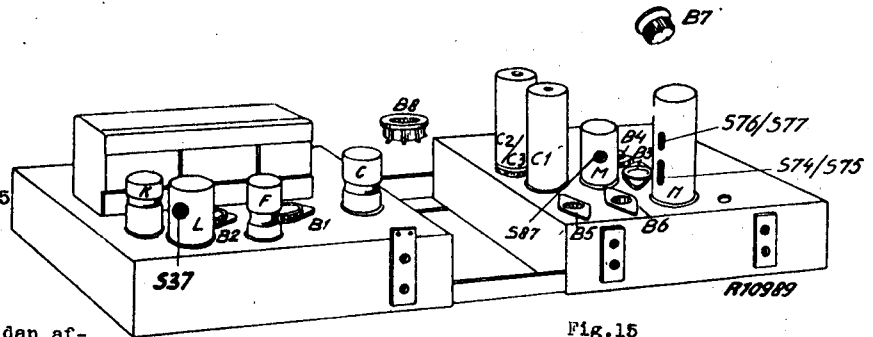

Fig.15
- S76-S77, S74-S75, S70-S87, S37 op maximum output afregelen. Zie fig.15